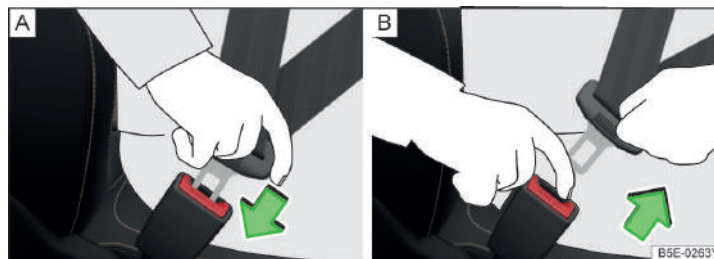

图10 系上和取下安全带
- ▶ 将锁舌插入所属座椅的安全插锁内»图 10[A]，下压，直至听到啣合声。安全带锁舌被锁扣锁止。
- ▶ 按下安全带锁扣上的红色按钮»图 10[B]，锁舌会在弹簧力作用下弹出。